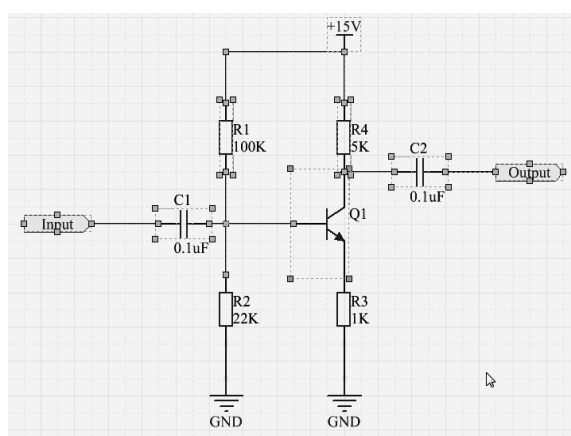

图 4-1-24 取消选中状态
③ 在矩形虚线框覆盖了要取消选中状态的对象后，再次单击即可取消其选中状态，如图 4-1-24 所示。